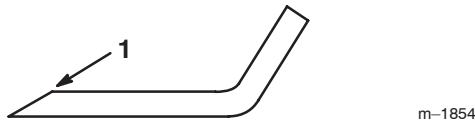

Figure 28
1. Au moyen d'une lime, aiguisez les tranchants aux deux extrémités de la lame (Fig. 28) en veillant à conserver l'angle d'origine. Limez la même quantité de métal sur chacun des deux tranchants pour ne pas déséquilibrer la lame.